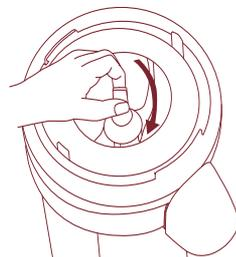

Figure 4
3. Pour ôter le couvercle de la trémie, levez à l'une des coupures, devant les loquets de dégagement de la trémie (figure 4).
4. Pour enlever la palette de rabotage, desserrez la vis de serrage en sens antihoraire (**sans la séparer de la palette de rabotage**), puis levez la palette tout droit (figure 4), la trémie et la lame raboteuse seront alors à découvert. Pour le remontage, mettez la lame raboteuse en position et tournez la vis de serrage de la palette en sens horaire pour bien la serrer (figure 5).